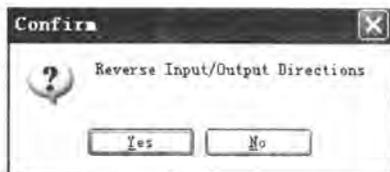

图 4-50 【Confirm】提示框
- [3] 选中原理图文件“CPU. SchDoc”,单击 按钮后关闭对话框,同时系统弹出【Confirm】提示框,如图 4-50 所示。
该提示框与图 4-50 所示的提示框作用是类似的。若单击 按钮，则在建立的子原理图中，输入/输出端口的方向将与图纸入口的方向相反；若单击 按钮，则一致。